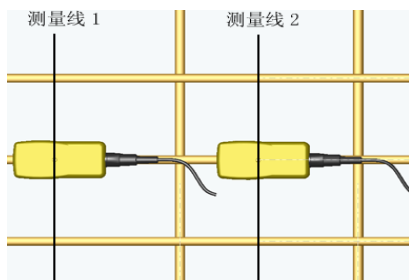

图 4.6 钢筋分布图
- 2) 在相互平行的两条测量线上分别测量钢筋位置，两个位置点的连线即是钢筋走向。如图 4.6 所示。